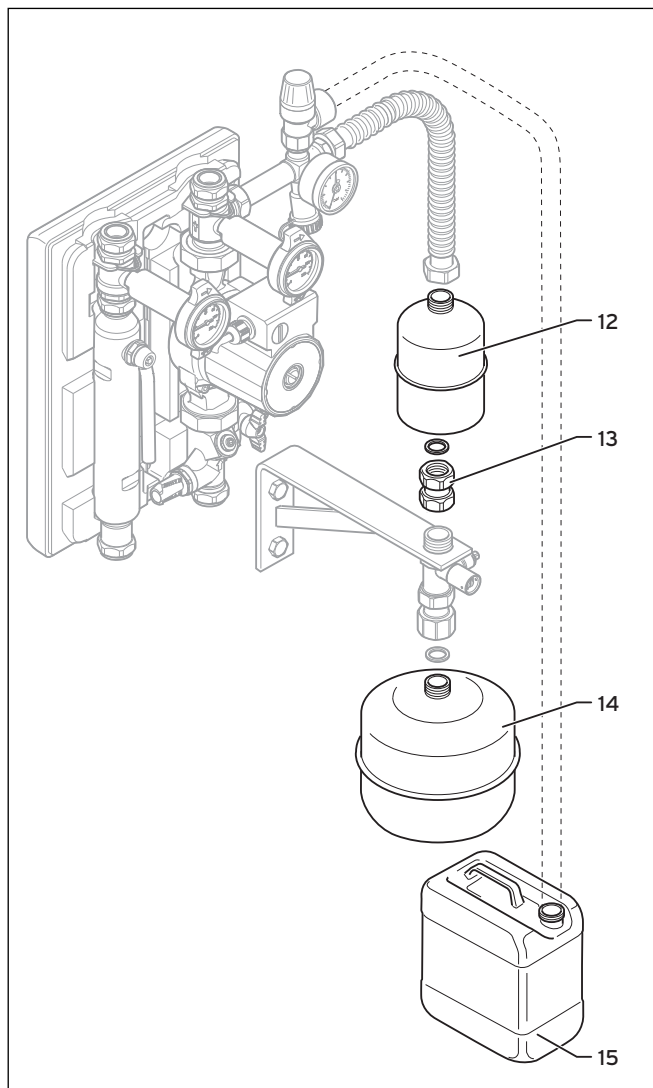

Abb. 3.2 Zubehör
- Führen Sie die Abblaseleitung mit Gefälle zu einem geeigneten Auffangbehälter (→ **Abb. 3.2**, Pos. 13).
(→ **Abb. 3.2**, Pos. 12) mit beigefügter 3/4"-Muffe
(→ **Abb. 3.2**, Pos. 13) einsetzen.